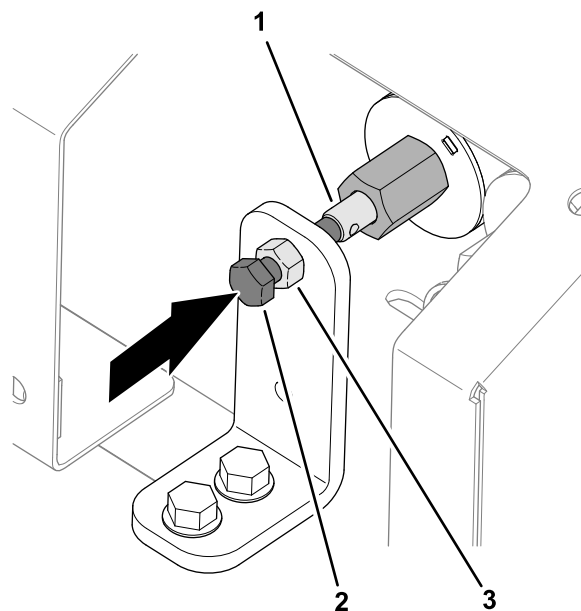

図 31
1. 手動優先ブラケットのジャムナットをゆるめる 図 31。
2. 優先バルブの六角ヘッドねじを右に回すとフロア速度が増大する 図 31。